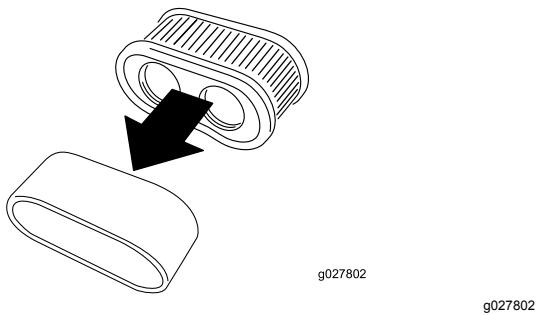

Figura 40
5. Separate gli elementi in schiuma sintetica e di carta (Figura 40).